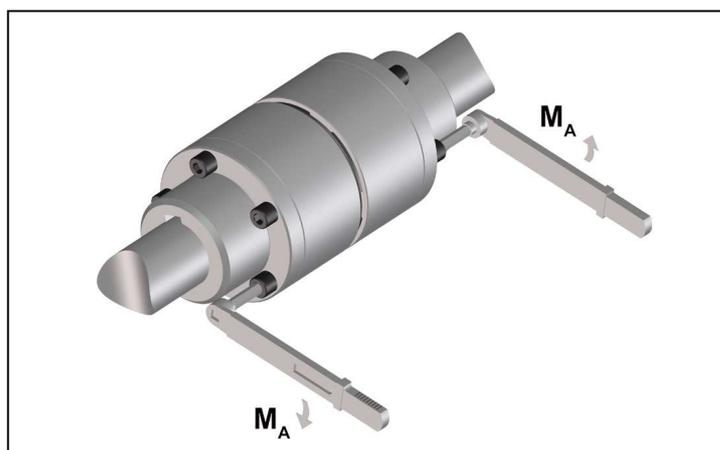

Bild 6
- Ziehen Sie die Hülsenverschraubung mit dem in Tabelle 2 vorgeschriebenen Anzugsdrehmoment M_A fest (Bild 6).